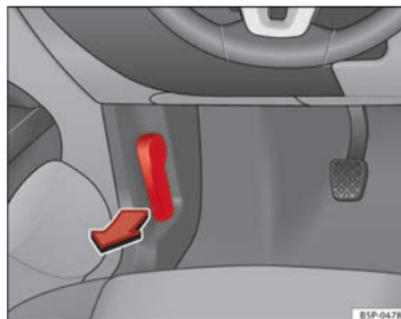

Fig. 164 Dettaglio del vano piedi sul lato del conducente: leva per l'apertura del cofano del vano motore.
- Tirare la leva situata sotto il cruscotto ⇒ **fig. 164** nella direzione indicata dalla freccia. Il cofano si sblocca sotto la spinta di una molla ⇒ **△**.